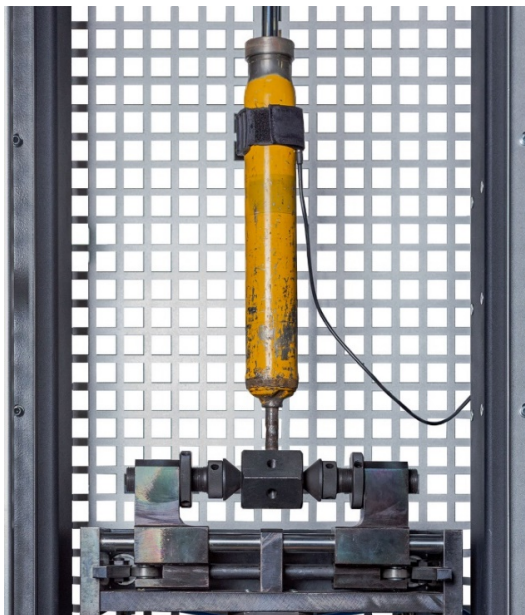

Рисунок 27. Установленный датчик температуры
5. Установите и зафиксируйте хомутом датчик температуры на амортизаторе (рис. 27).